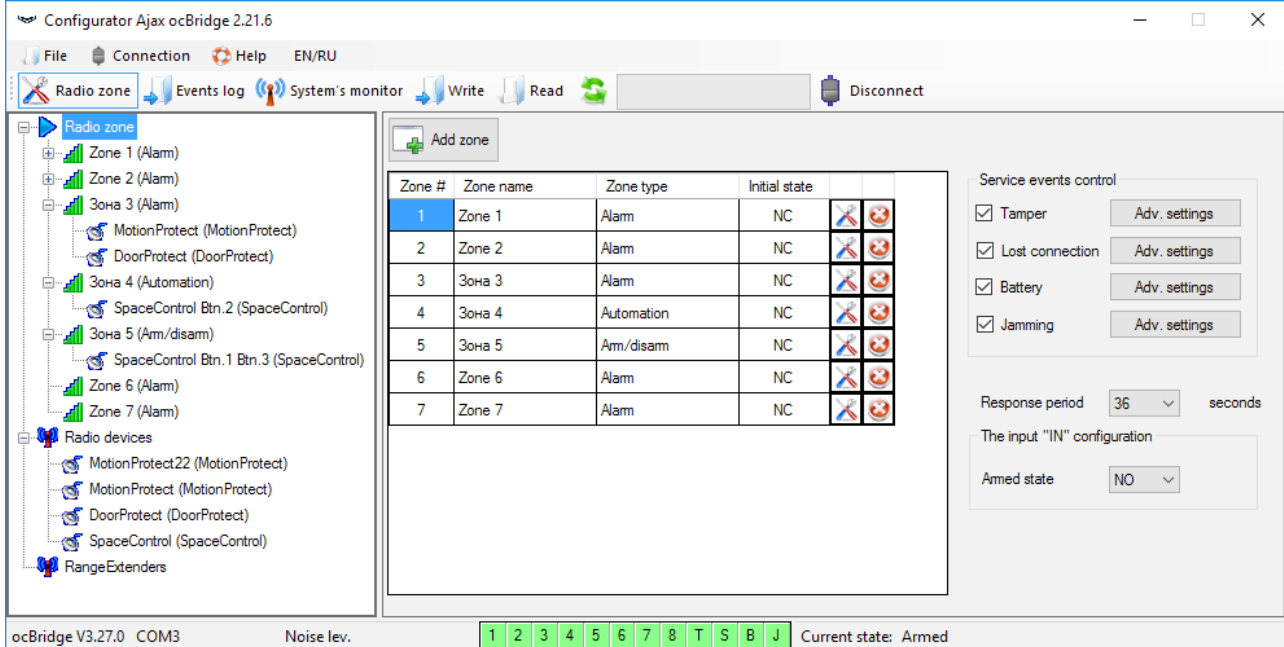

Imagen 11. Zonas de radio
4. En la página «**Zonas de radio**» (Imagen 11) es posible crear las áreas de zonas de detección que se requieran y agregar sensores y dispositivos (consulta el **Manejo de sensores**) y también configurar los parámetros adicionales de funcionamiento de los sensores, dispositivos y zonas (consulta los párrafos **Gestionar la unidad central**).